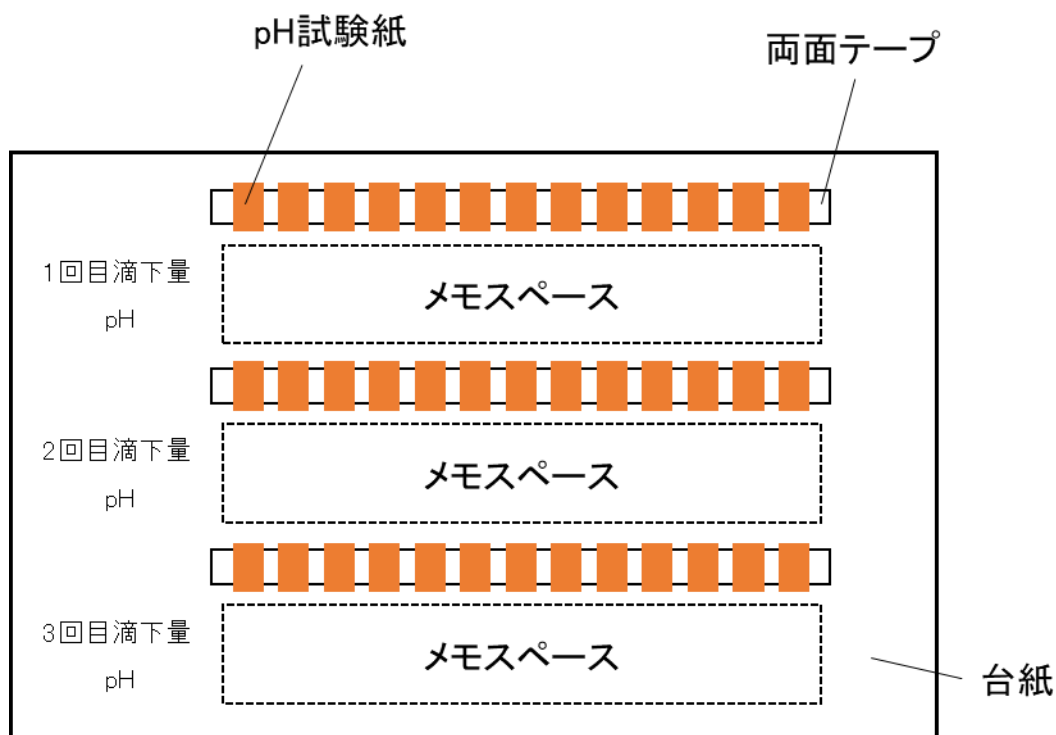

図5 台紙へのpH試験紙の貼り付け方の例
- (1) pH試験紙を1 cm程度の長さに手でちぎり、30~40枚用意する。pH試験紙用台紙に貼り付けた両面テープの剥離紙を剥がし、ちぎったpH試験紙を図5のように貼り付ける。はじめに1回分を準備する。(2)~(6)の操作を行い1回目の結果を参考にして、2回目と3回目のpH試験紙を貼り付けるとよい。